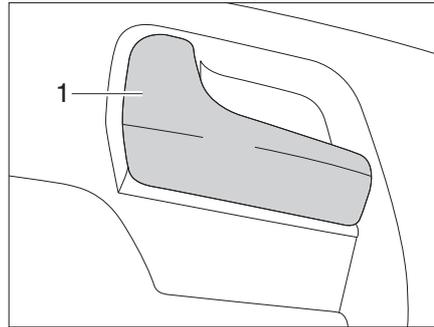

Bild 36 Türschloss Fahrertür, innen
- Am Griff (Bild 36,1) ziehen. Das Türschloss wird entriegelt.